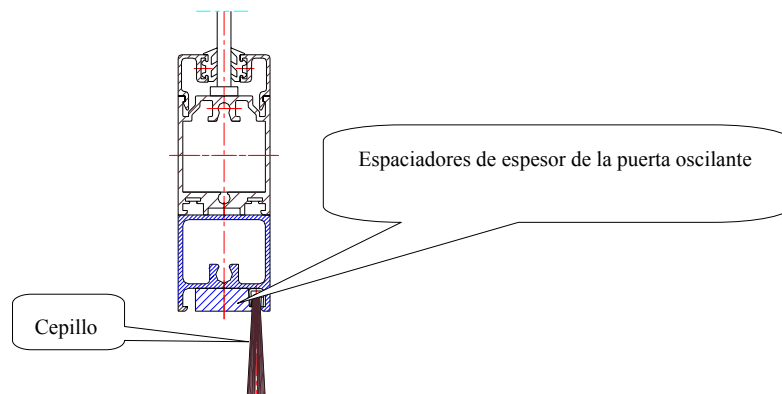

Figura 18-1
18.1 Instale el cepillo. Para ello, fije el cepillo (anchura: 50 mm) en la hebilla del cepillo de la puerta expositora con 6 tornillos autorroscantes con hexágono interior ST5.5×12 y 6 espaciadores de espesor de cepillo de la puerta oscilante (Figura 18-1).